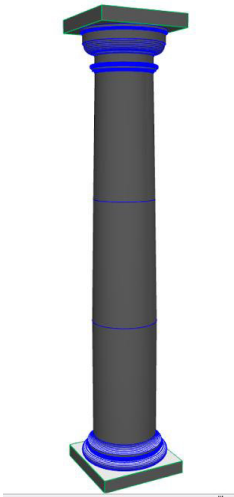

Рис. 32
15. Абаку просто копіюємо. Ось і готова наша колона (рис.32):